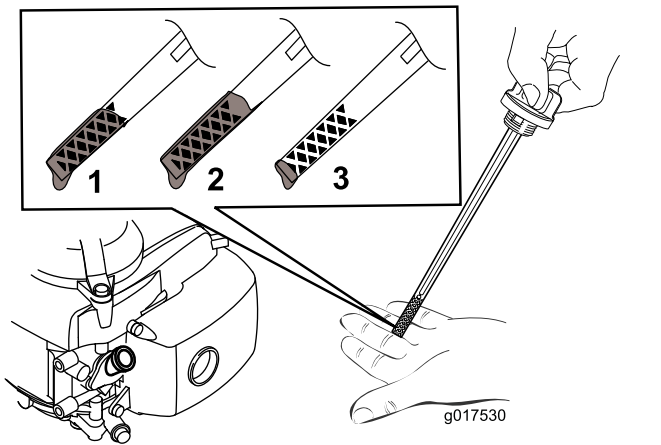

Figura 10
2. Retire la varilla girando el tapón en el sentido contrario a las agujas del reloj y tirando del mismo (Figura 10).
5. Observe en la varilla el nivel de aceite (Figura 10).
- Si el nivel de aceite de la varilla es demasiado bajo (Figura 10), vierta con cuidado una pequeña cantidad de aceite mineral multigrado SAE 10W-30 con una
- Si el nivel de aceite de la varilla es demasiado alto (Figura 10), drene el exceso de aceite hasta que el nivel de aceite en la varilla sea correcto; consulte Cómo cambiar el aceite del motor (página 17).